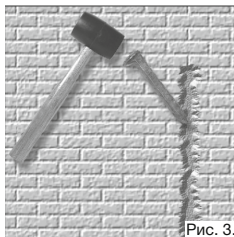

Рис. 3.
3. Подготовить в стене канал для укладки силового шнура нагревательного мата и гофротрубки термодатчика (рис.3)